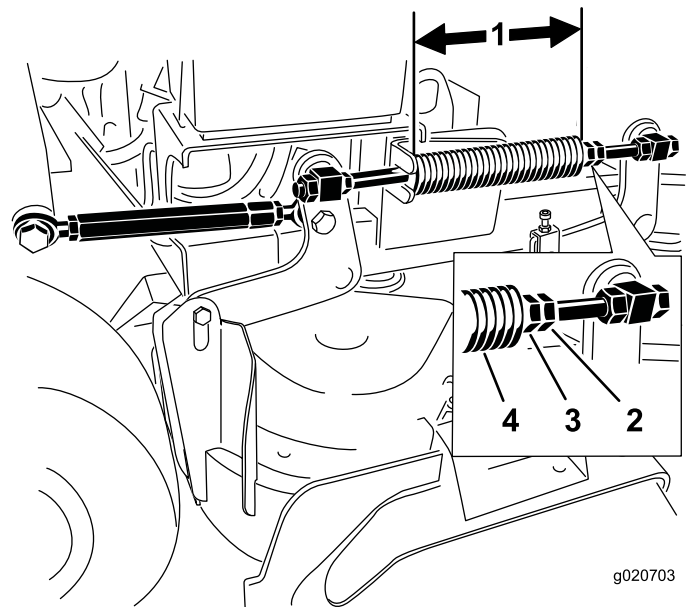

Bild 88
Hinweis: Die Nennlänge beträgt 28,2 cm für 91-cm-Mähwerke und 25,7 cm für 102-cm-Mähwerke (Bild 88).
3. Stellen Sie den Abstand ein. Lösen Sie die Federklemmmutter und drehen Sie die Mutter vorne an jeder Feder (Bild 88).
4. Arretieren Sie die Mutter, indem Sie die Federklemmmutter anziehen (Bild 88).